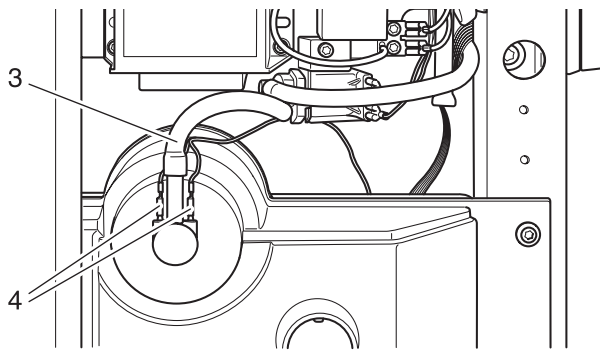

Fig. 14b
- Den Silikonschlauch 3 vom Wasserbehälter abziehen (Fig. 14b).
- Den Silikonschlauch 3 des Wasserbehälter aufschieben (Fig. 14b).